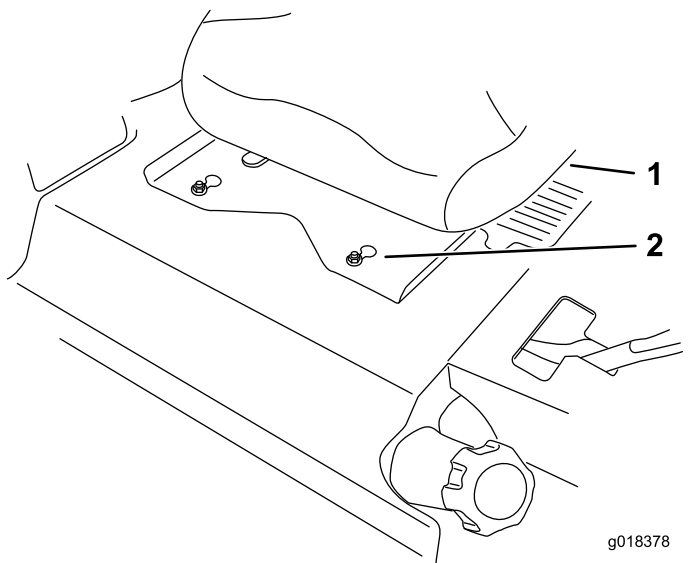

Bild 67
7. Schieben Sie den Sitz und die Sitzplatte nach vorne, damit die vorderen Muttern durch das Schlüsseloch passen (**Bild 67**).